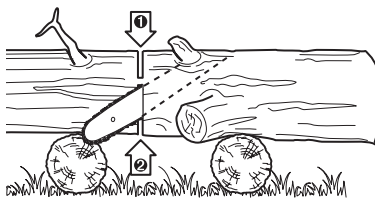

Fig. 34
3. Cuando el tronco esté apoyado en ambos extremos (Fig. 34), corte 1/3 del diámetro desde la parte superior (overbuck). A continuación, realice el corte final rebajando los 2/3 inferiores para que coincidan con el primer corte.